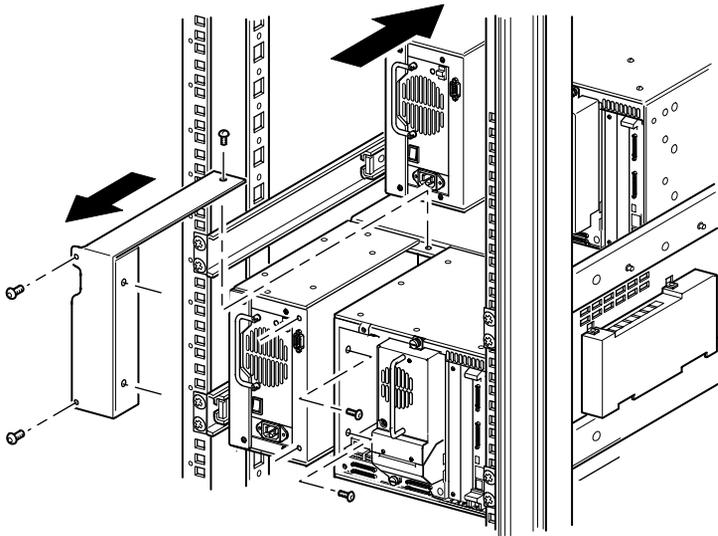

Figure 2-5. Retrait du cache de PTM
IMPORTANT : chaque bibliothèque doit être tirée par l'avant du rack Compaq, pour vous permettre d'accéder à la vis supérieure du cache de PTM d'une bibliothèque inférieure. Reportez-vous à la Figure 2-5 pour connaître l'emplacement des vis.
- c. À l'aide d'un tournevis cruciforme n° 2, retirez les vis qui assurent la fixation du cache de PTM au dos du châssis de chaque librairie (voir la Figure 2-5).